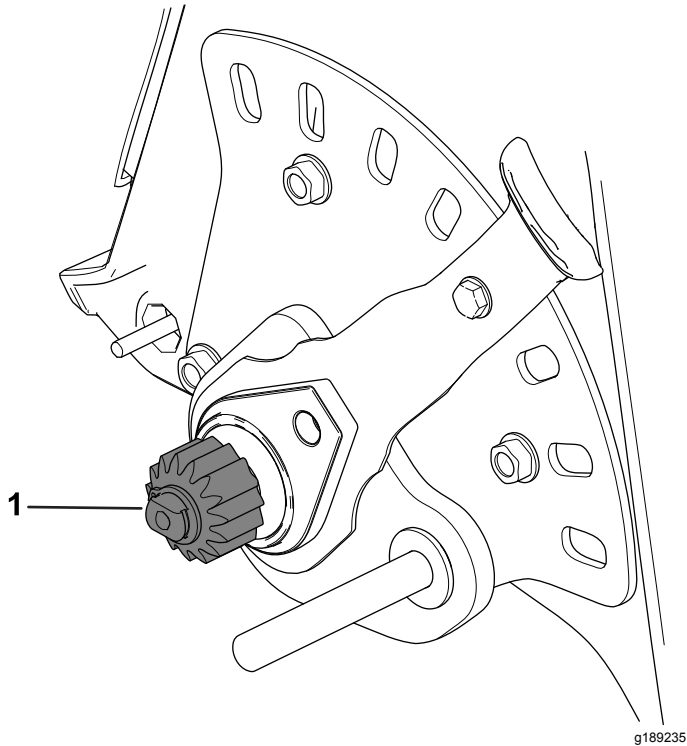

Figura 5
1. Limpie el piñón (Figura 5).